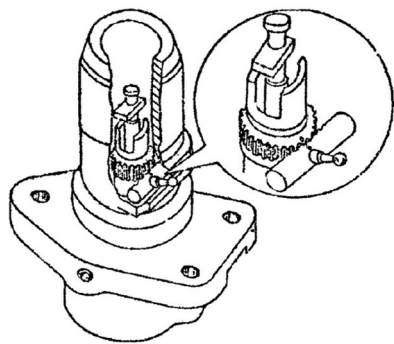

рис. 8.2
- 7. При встановленні впирскуючого насоса після зняття, встановлюючи мітки на штоці і на регульованих шестерінчатих кільцях повинні співпадати (Рис.8.2)